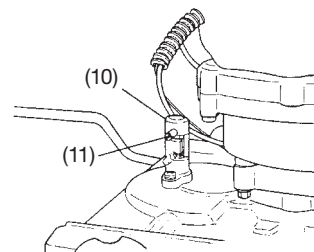

Fig. 8
- 6) Quando a broca fica entalada durante a execução do furo e custa puxá-la para fora do solo, pare o motor e trave o trado com o perno de travamento para ser mais fácil. (Fig. 8)